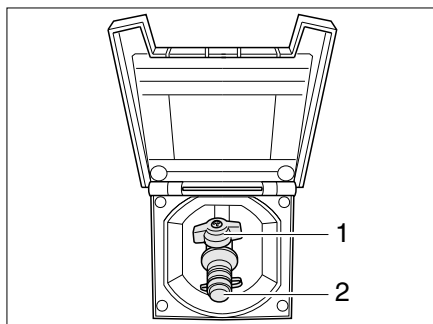

Fig. 242 Presa gas esterna, rubinetto di arresto del gas chiuso
La presa del gas esterna (Fig. 242) si trova sul lato destro del veicolo. In casi eccezionali la presa del gas esterna si trova sul lato sinistro o nella parte posteriore del veicolo.
- Collegare l'apparecchio a gas esterno all'attacco (Fig. 242,2).
- Aprire il rubinetto di arresto del gas (Fig. 242,1).